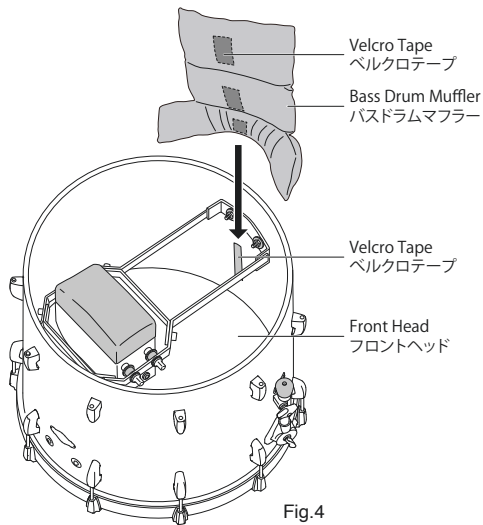

Fig.4
3. Install the Bass Drum Muffler by attaching it to the shell using the provided Velcro Tape as shown (Fig.4). Ensure it comes in full contact with the front Bass Drum head to reduce pad volume. Adjust if needed.
バスドラムマフラーをフロントヘッドに当たるように置き、ベルクロテープが重なるように、しっかりと固定します。お好みの当たり具合になるようにバスドラムマフラーの位置を調整してください (Fig.4)。